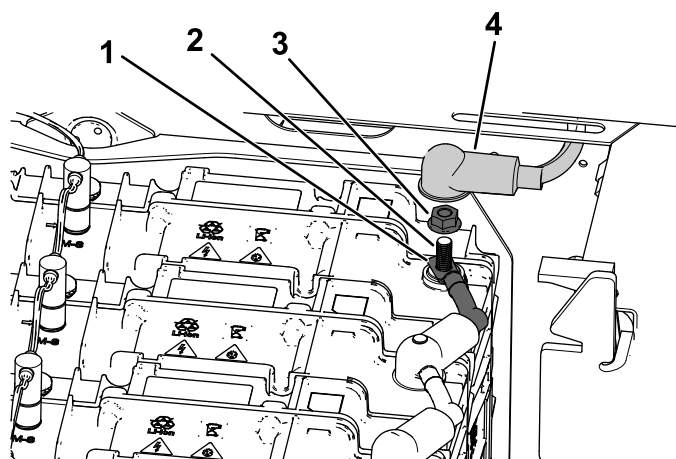

Figura 42
2. Rimuovete il dado flangiato e il cavo negativo (-) della batteria dal polo della batteria (Figura 42).
1. Fissate il cavo negativo (-) della batteria al polo utilizzando il dado flangiato (Figura 42).
2. Inserite la guaina del morsetto negativo (-) della batteria sul polo della batteria (Figura 42).